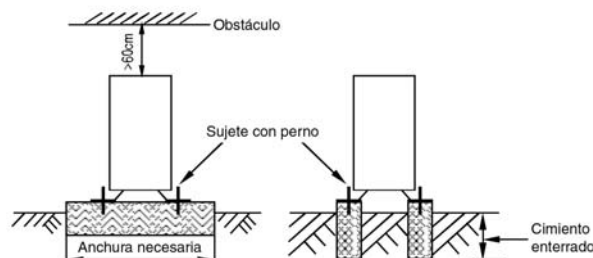

Figura 18
- Disponga una base de hormigón (Figura 18)